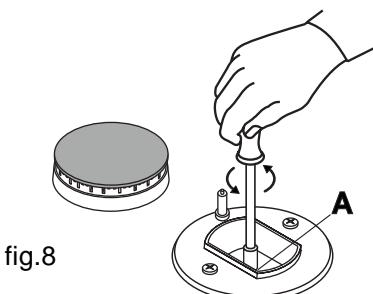

fig.8
- dévissez les injecteurs "A" à l'aide d'une clé à tube de 7 mm. (fig.8) et remplacez-les par les injecteurs appropriés au nouveau type de gaz (cf.tableau 1).